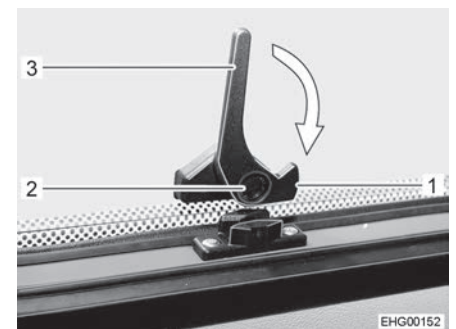

Fig. 41 Levier de verrouillage, bas, (position "Ouvert")
- Appuyer sur le bouton de sécurité (Fig. 41,2) sur le levier de verrouillage du bas (Fig. 41,3) et le maintenir enfoncé.
- Tourner le levier de verrouillage du bas (Fig. 41,3) d'un quart de tour en direction du cadre de la fenêtre jusqu'à ce que le tenon de verrouillage (Fig. 41,1) s'enclenche.